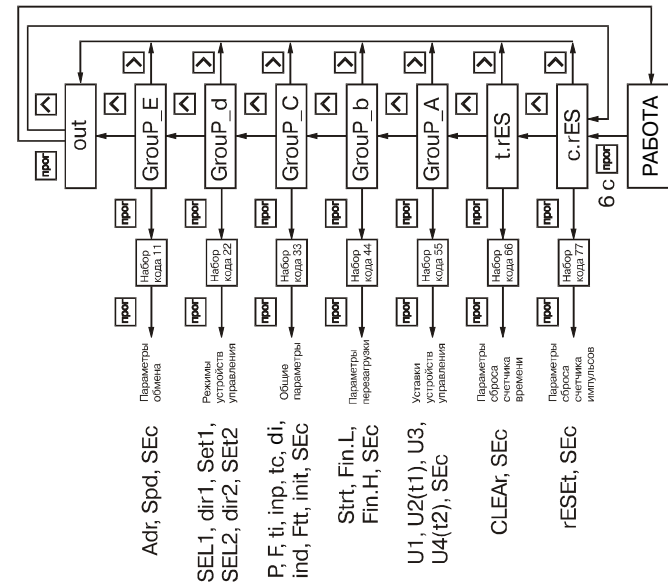

Рис. 22
6.1.5. Для входа в меню верхнего уровня из режима РАБОТА нажмите и удерживайте кнопку **ПРОГ.** до появления на цифровом индикаторе **c.rES** (рис. 22).